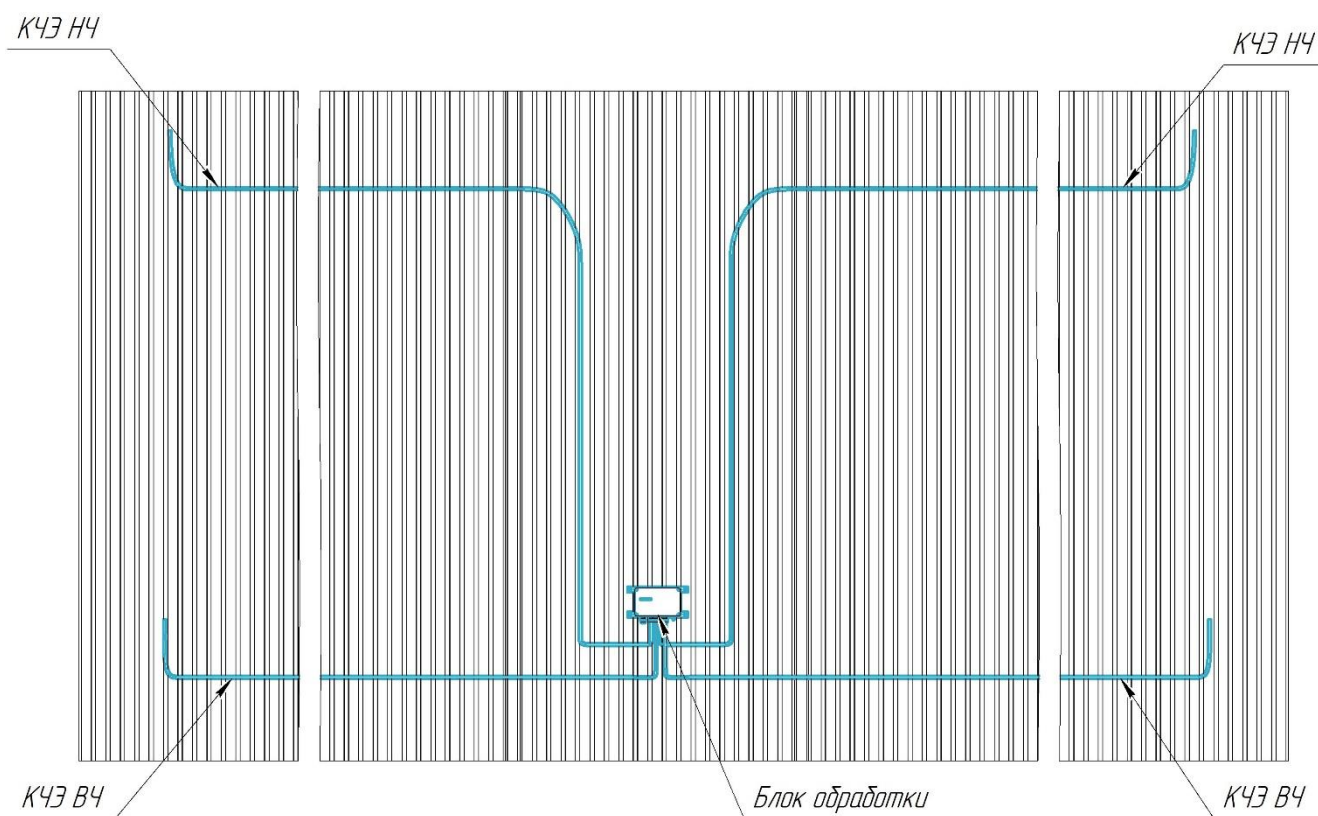

Рисунок 9
4) кабельные ЧЭ НЧ и ЧЭ ВЧ крепить с помощью металлических скоб и заклепок вытяжных из состава комплекта монтажных частей Скоба-СК или комплекта монтажных частей Скоба-СП (комплект монтажных частей Скоба-СК и комплект монтажных частей Скоба-СП в состав изделия не входят приобретаются отдельно), прикрепить КЧЭ НЧ (ВЧ) на расстоянии не более 0,7 м (рекомендуемое значение – 0,4 м) от верхнего (нижнего) края заграждения из металлического профиля, начиная от дальнего конца КЧЭ (Рисунок 9);